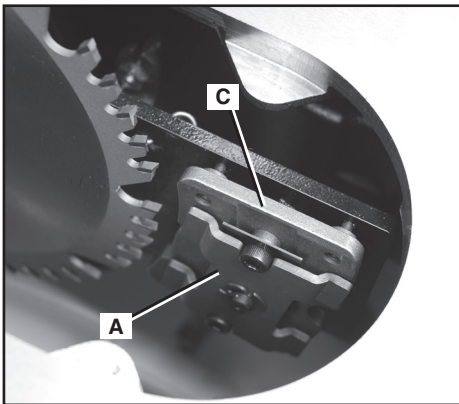
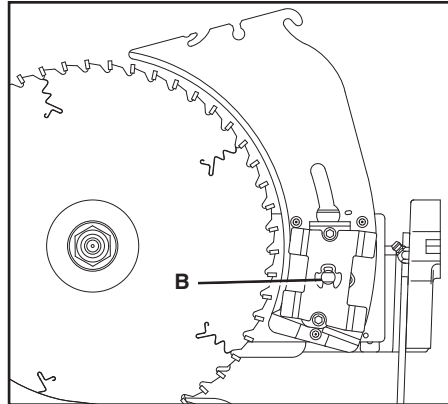

FIG. 80
FIG. 81
HENDEADOR Y PLACA ABRAZADERA (A), Fig. 80: Mantenga esta área libre de polvo y evite la acumulación de restos. Sople el área regularmente con aire comprimido.
POSTE CONECTOR DEL HENDEADOR (B), Fig. 81: Use lubricante en esta área - el cuerpo del tornillo (B) - ocasionalmente para asegurarse que se mueva libremente. Coloque lubricante en la superficie de apoyo del montante de sujeción (B) donde ingresa en el bloque indicador (C), fig. 80.